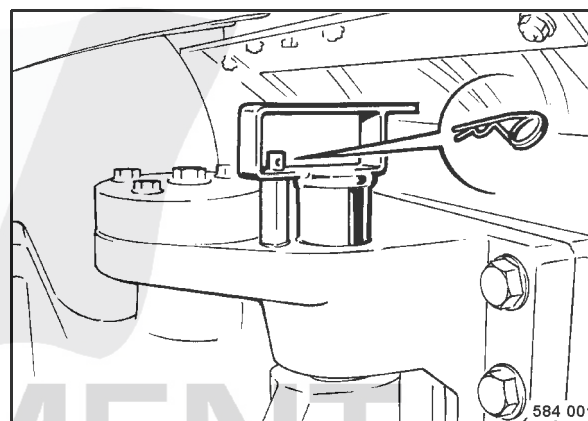

fig. 68
- Retirer l'agrafe de sécurité (fig. 68).